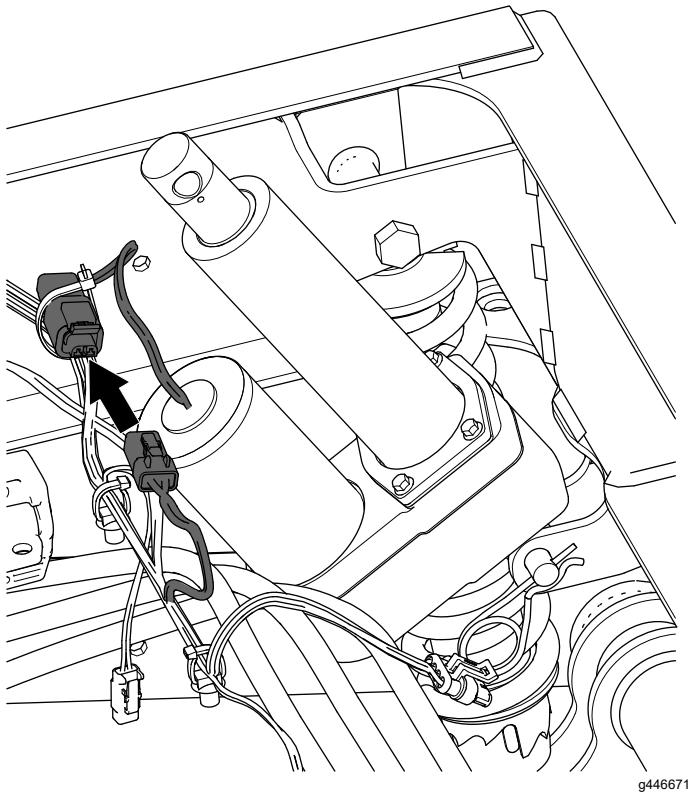

Figura 11
- Collegate il connettore elettrico a 2 prese del cablaggio preassemblato posteriore della macchina al connettore a 2 pin dell'attuatore di sollevamento (**Figura 11**).